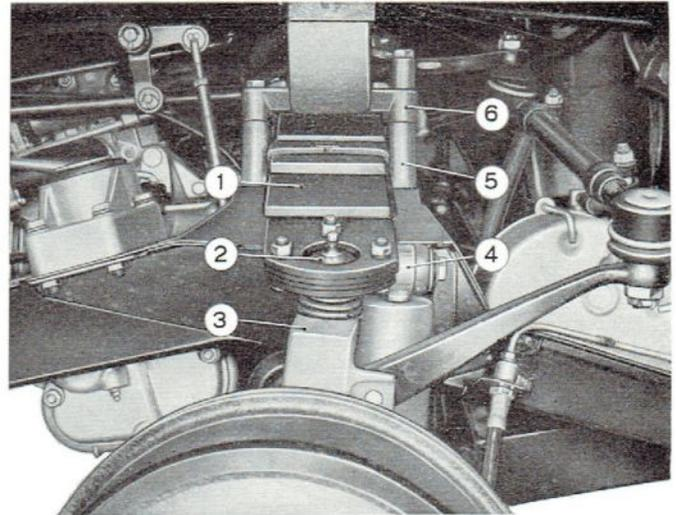

Abb. 92 - Detail der Vorderradaufhängung.
Dann werden die Blattfederenden von den Gelenkköpfen, die sie an den Radträgern befestigen, gelöst (Abb. 92).
Blattfeder dann endgültig an den Gelenkköpfen (2, Abb. 92) der Radträger (3) befestigen.